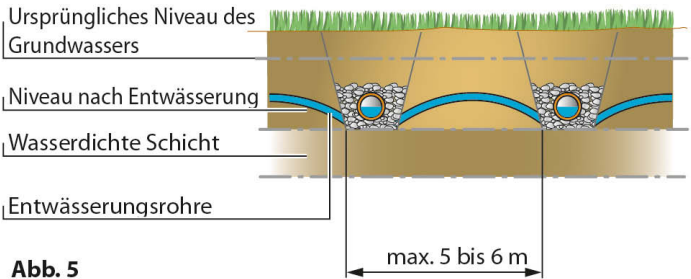

Abb. 5
1. Entwsserungsgrben ausheben. Fr eine optimale Entwsserung sollten die AGRODRN-Rohre / PVC-Drnage-Rohre im Abstand von hchstens 5 bis 6 m zueinander (Abb. 5) gelegt werden.